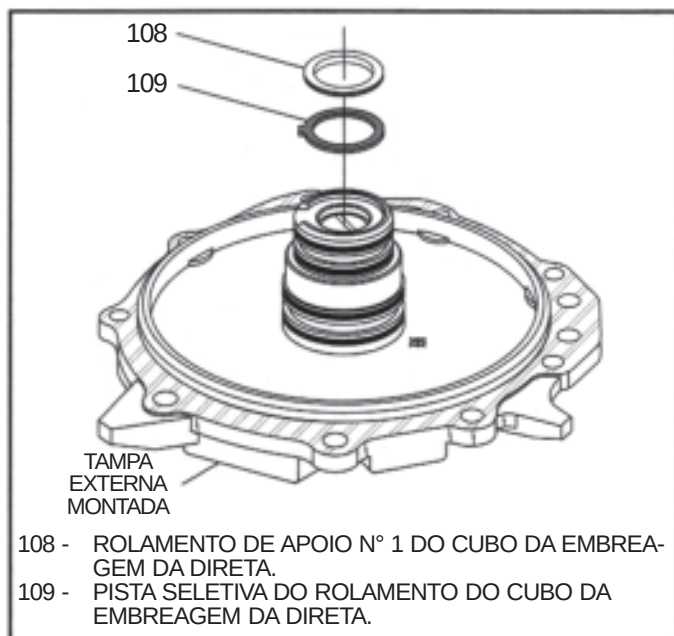

Figura 172
41. Instale a pista do rolamento do cubo da embreagem da direta na tampa externa (Vide Figura 172).
42. Instale temporariamente o rolamento da embreagem da direta com as agulhas voltadas para baixo, conforme ilustrado na Figura 172.